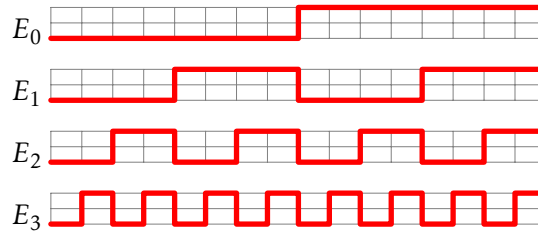

Figura 2: Quatro ondas quadradas de períodos distintos.
- i. Nos pinos 10–13 do Arduino, são injetados os vetores  $E_0$ – $E_3$  do Código 1 (linhas 5 a 8). Portanto, eles produzem uma contagem em ordem *crescente*, conforme se vê na Figura 2, observando-se coluna por coluna.
- ii. Já nos pinos 6–9 do Arduino, os elementos dos vetores  $E_0$ – $E_3$  são injetados em ordem inversa, do último para o primeiro. Portanto, eles produzem uma contagem em ordem *decrescente*, como se as colunas da Figura 2 fossem lidas da direita para a esquerda.